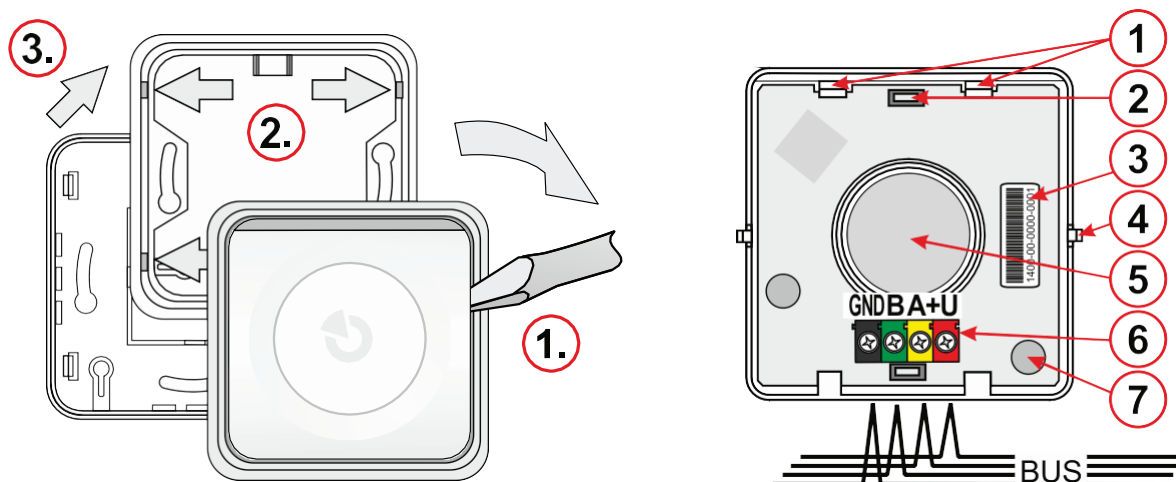

Рис. 1: Зняття сирени перед встановленням, Рис. 2: Опис внутрішньої частини сирени
1. Зніміть корпус (кнопки) сирени з пластикової рами, натиснувши на бічну частину корпусу (1.) за допомогою викрутки, як показано на рис. 1.
6. Підключіть кабель шини до клем (6), як показано на рисунку 2, та вставте корпус назад у пластикову рамку.